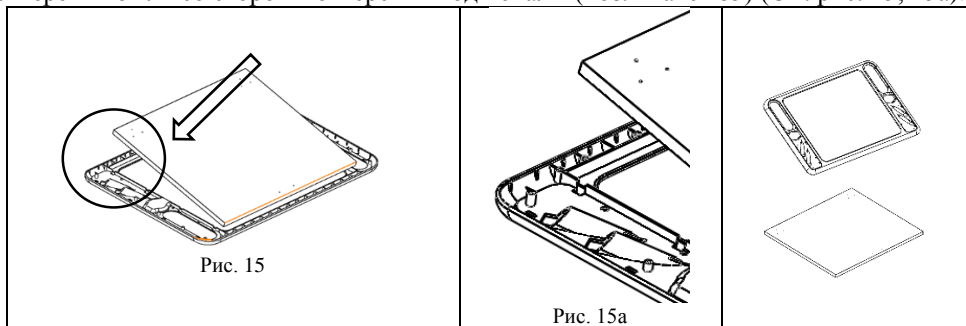

Рис. 15
5.5.1. В рамку стола (поз.7) вставить столешницу (поз.11) так чтобы группы отверстий были со стороны отверстий под пеналы (поз.1 пакет 85) (См. рис. 15; 15а).
Рис. 15а